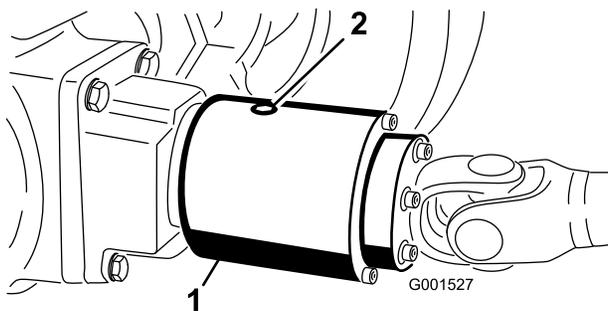

図 55
3. 点検プラグが4時の位置にくるようにクラッチを回す (図 55)。